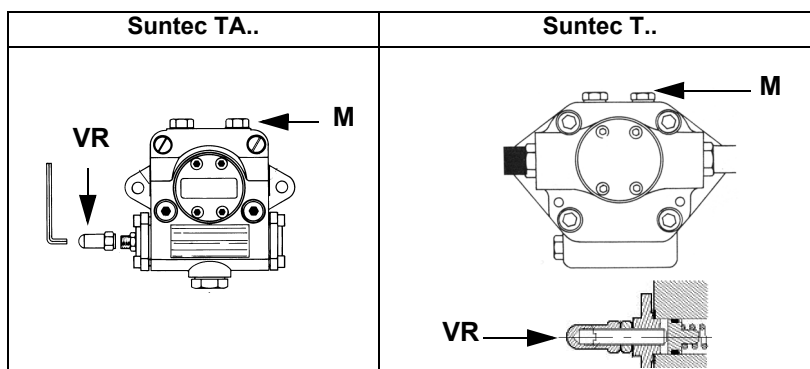

Рис. 6
- 3 выпустить воздух со штуцера (M) манометра насоса (Рис. 6), расслабив слегка заглушку, но не снимая ее; затем отпустить контактор;
Давление питания форсунки уже отрегулировано заранее на заводе-изготовителе и не должно изменяться. Только в случае необходимости, отрегулировать давление питания (см. соответствующий параграф) следующим образом: установить манометр в положение, указанное на Рис. 7, воздействовать на регулировочный винт VR насоса (см. Рис. 6) до получения на форсунке давления в 25 бар (форсунки Fluidics - см. графики на Рис. 22).
- 2 Отвинтите винты 1 ÷ 4 шестигранным ключом № 3 и снимите крышку фильтра 5 на Рис. 6.